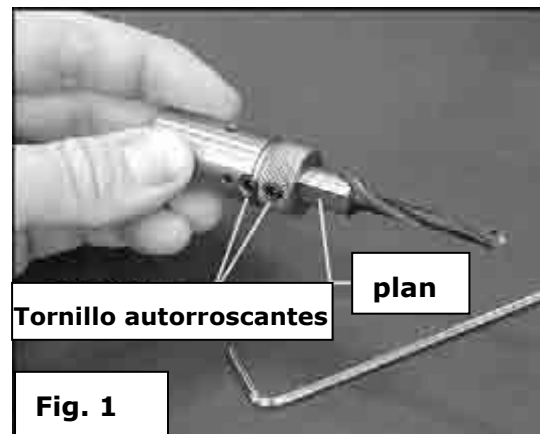

Fig. 1
- Apriete los dos tornillos de fijación del portabrocas con una llave Allen de 2,5 mm. **Fig. 1**
- Asegúrese de que los dos tornillos autorroscantes (fig. 1) se enroscan lo suficiente en el mandril.